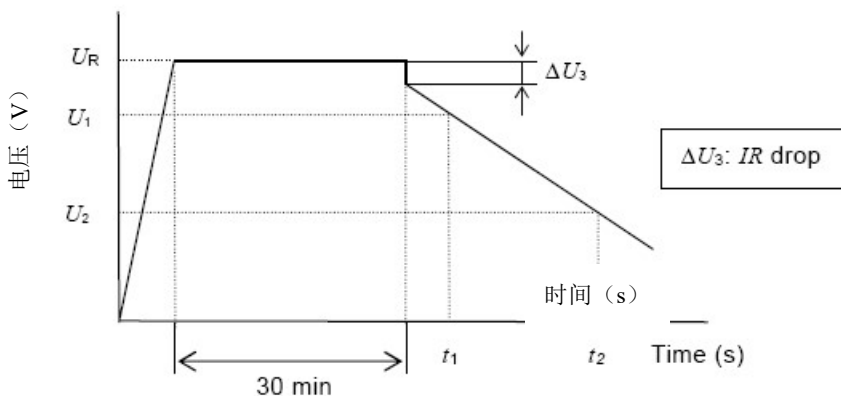

图2 电容器的端电压特性
- 测量电容器两端电压从 $U_1$ 到 $U_2$ 的时间 $t_1$ 和 $t_2$ ，如图2所示，根据下列等式计算容量值：